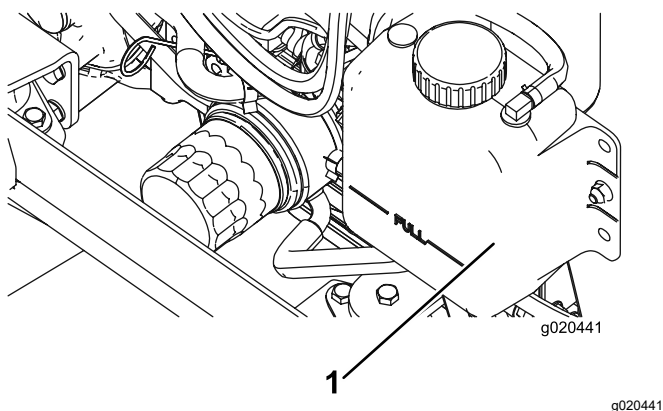

Рисунок 109
1. Осторожно снимите крышку радиатора и крышку расширительного бачка (Рисунок 109).